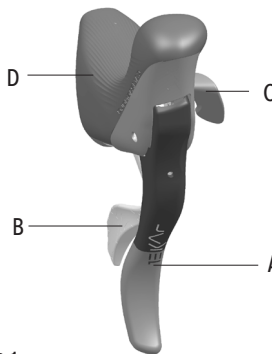

Abb.1
- Bremshebel (A - **Abb.1**)
- Außenhebel (B - **Abb.1**)
- Innenhebel (C - **Abb.1**)
- Schalthebelabdeckung (D - **Abb.1**)
• Die Betätigung des Hebels A (**Abb. 1**) bestimmt die Funktion der Bremse: überprüfen Sie, durch Betätigen jedes Schalthebels auf welches Rad dieser wirkt.